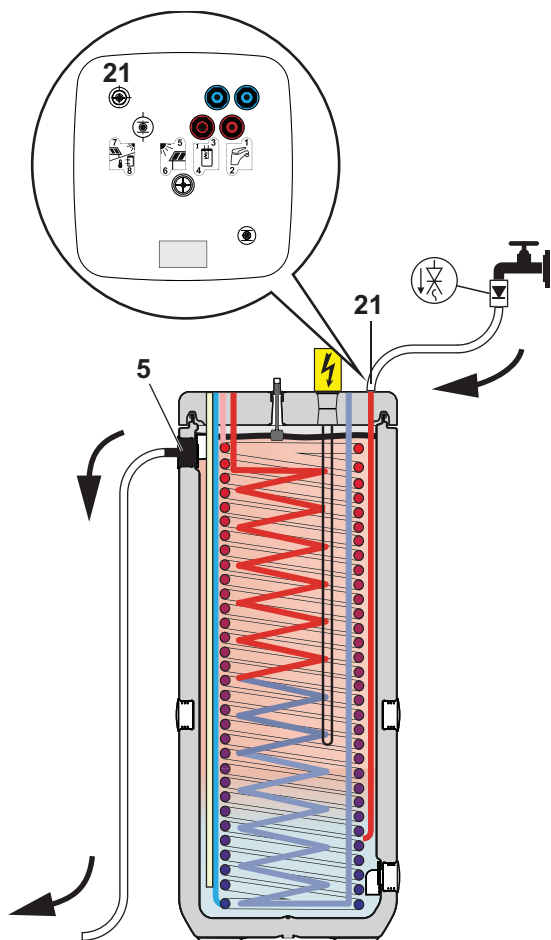

Fig. 4-4 Remplissage du ballon tampon - sans $p=0$ système solaire et sans raccord de remplissage KFE
- Raccorder le tuyau de remplissage avec clapet anti-retour (1/2") sur le raccord « DrainBack solaire – alimentation » (voir fig. 4-4, rep. 21).
- Remplir le réservoir du ballon du ROTEX Sanicube / HybridCube avec de l'eau au niveau du **trop-plein de sécurité** (fig. 4-4, rep. 5).
- Remplir d'eau le réservoir du ballon du ROTEX Sanicube SC **jusqu'au niveau du trop-plein de sécurité** (fig. 4-4, rep. 5).